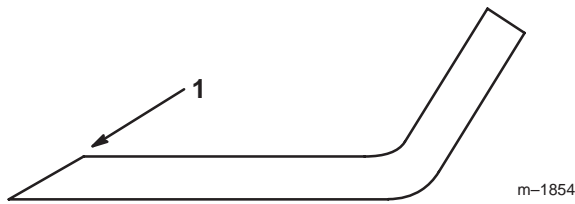

Figure 31
1. Au moyen d'une lime, aiguisiez les tranchants aux deux extrémités de la lame (Fig. 31) en veillant à conserver l'angle de coupe d'origine. Limez la même quantité de métal sur chacun des deux tranchants pour ne pas déséquilibrer la lame.